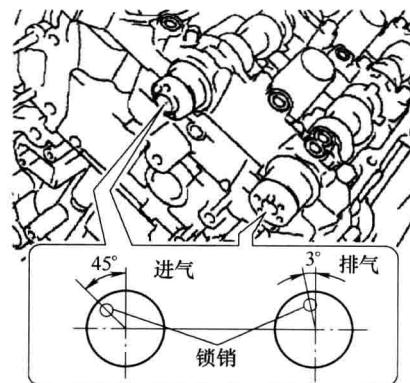

图 1-5 左侧凸轮轴锁销位置
④ 拆下两个螺栓。然后在 1 号和 2 号链条仍连接在齿轮上的情况下, 拆下凸轮轴正时齿轮、排气凸轮轴正时齿轮和右侧曲轴正时链轮。
⑤ 从齿轮上拆下 1 号和 2 号链条。
39) 拆卸左侧凸轮轴轴承盖, 确保凸轮轴的锁销位于如图 1-5 所示的位置。